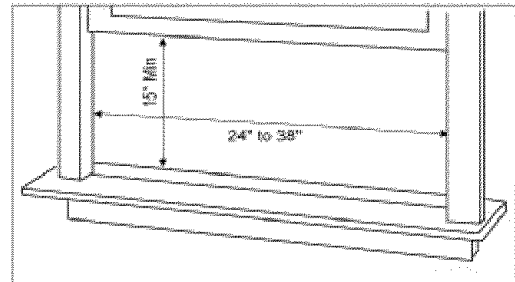

Fig. 1
NOTA: conserve la caja de la unidad y los materiales de empaque para almacenarla o transportarla en el futuro. Antes de instalar la unidad compare el contenido del juego de herrajes con la lista de control del modelo correspondiente. Consulte las siguientes listas (Fig. 1).
(Fig. 1)
1. Si el aire acondicionado tiene un gabinete de 18" de ancho, podrá colocarse en aberturas de ventanas de 24" a 38" de ancho. La altura mínima de abertura es de 15" desde la parte inferior del marco hasta el umbral (Fig. 1).